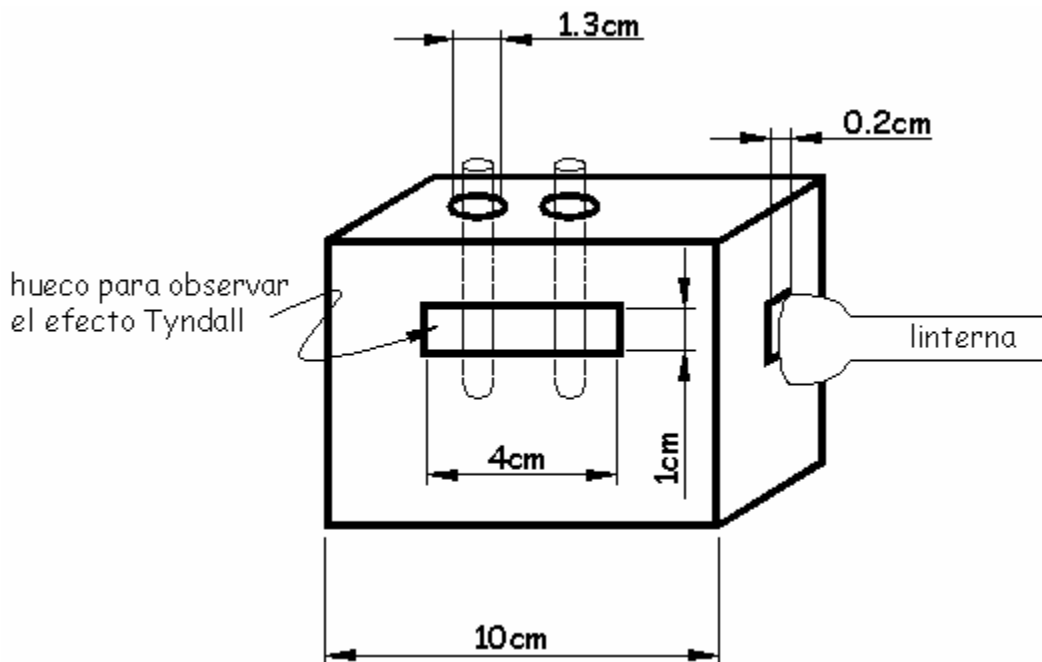

Figura 1
- a. Recorta en la caja de cartón los siguientes orificios (Figura 1).